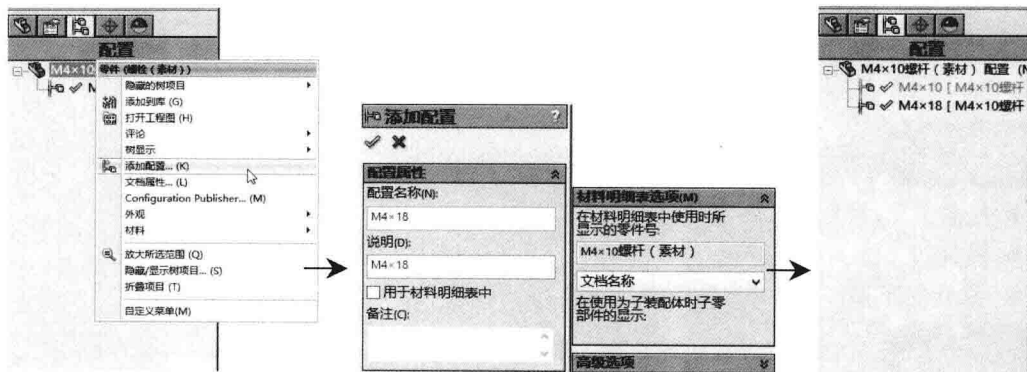

图 1-2 添加配置操作
STEP 2 右击配置项，选择“添加配置”菜单，打开“添加配置”属性管理器，如图 1-2 所示，输入“配置名称”——M4×18，其他选项保持系统默认设置，单击“确定”按钮，添加一个配置。
此外，右击配置，选择“属性”项，可打开“配置属性”属性管理器，同图 1-2 中所示的“添加配置”属性管理器。